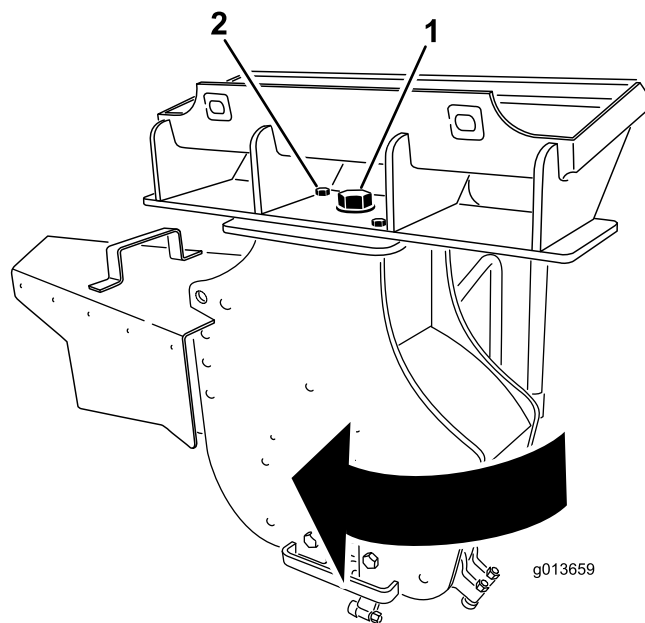

図 14
3. グラインダの上部にある大きなボルトをゆるめる 図 14。
4. グラインダを固定している前ボルトとナットを外す 図 14。
5. グラインダを右まわりに 30 度回転させる 図 14。
6. 図 14のように、グラインダの上部にある大きなボルトを、406 Nm/42 kg.m = 300 ft-lb にトルク締めする。
7. 図 14のように、前ボルトとナットを取り付けて、101 Nm/10 kg.m = 75 ft-lb にトルク締めする。
13. グラインダの上部にある大きなボルトをゆるめる 図 14。
14. グラインダを固定している前ボルトとナットを外す 図 14。
15. グラインダを左まわりに 30 度回転させる 図 14。
16. 図 14のように、グラインダの上部にある大きなボルトを、406 Nm42 kg.m = 300 ft-lbにトルク締めする。
17. 図 14のように、前ボルトとナットを取り付けて、101 Nm10 kg.m = 75 ft-lbにトルク締めする。